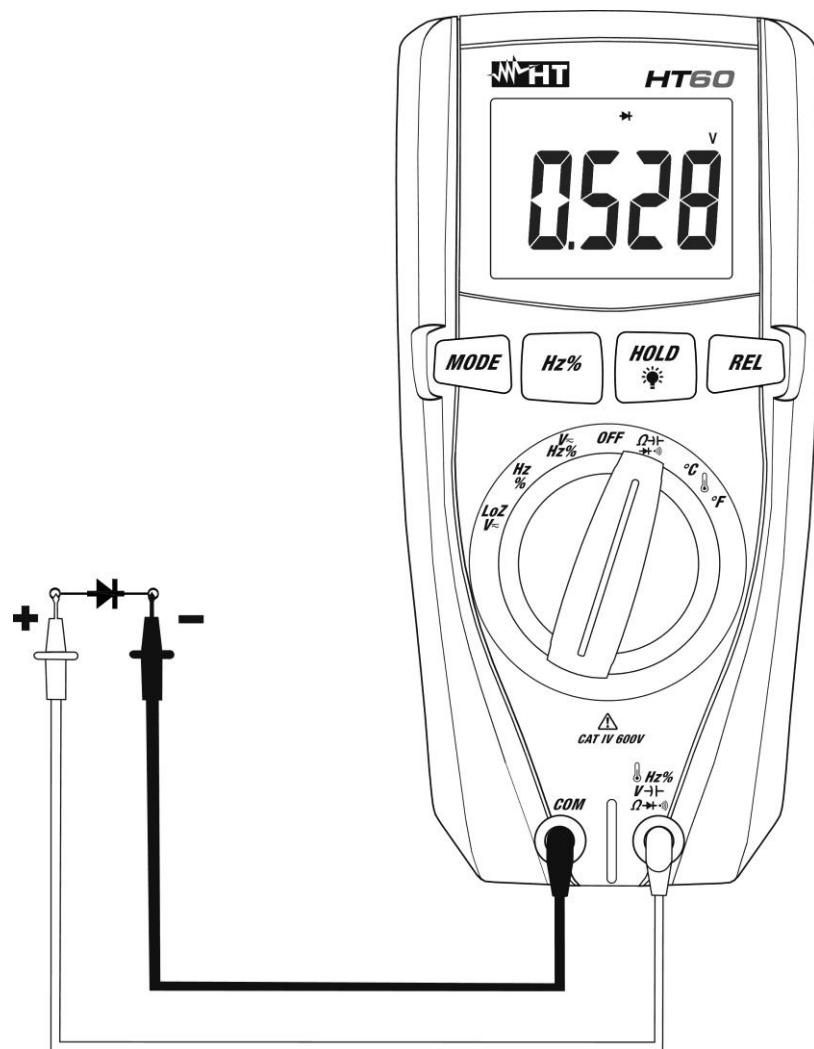

Fig. 6: Uso dello strumento per la Prova Diodi
5. Posizionare i puntali ai capi del diodo in esame rispettando le polarità indicate (vedere Fig. 6). Il valore della tensione di soglia in polarizzazione diretta è mostrato a display
7. Se lo strumento visualizza il messaggio "O.L." i terminali del diodo sono invertiti rispetto a quanto indicato in Fig. 6 oppure la giunzione P-N del diodo è danneggiata